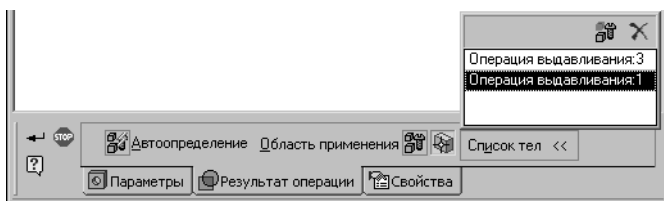

Рис. 87.7. Задание области применения круглого отверстия
- ▼ При построении круглого отверстия, а также при рассечении детали поверхностью или по эскизу область применения задается на вкладке **Результат операции** Панели свойств (рис. 87.7). Группа элементов управления **Область применения** доступна, если неактивен переключатель **Автоопределение**.